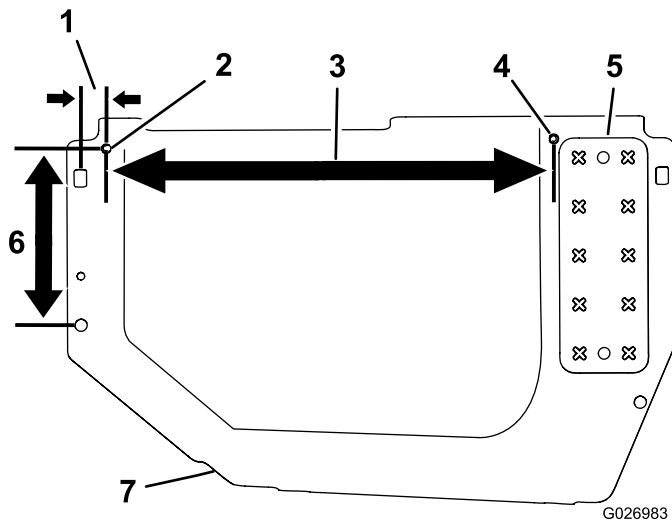
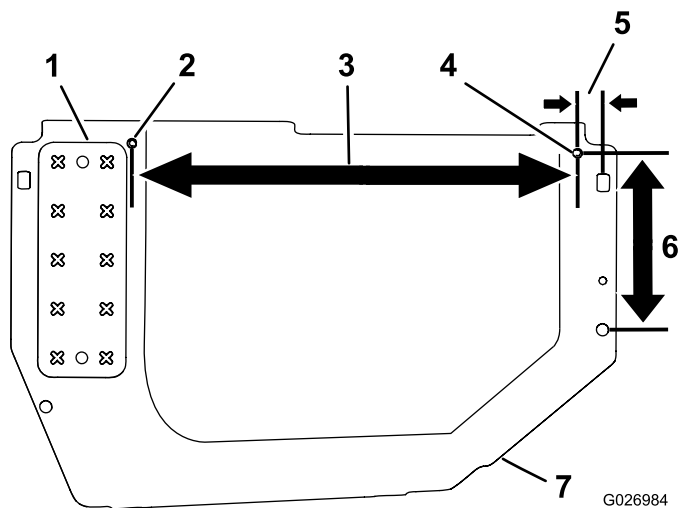

Figure 9
Figure 10
2. Percez 2 trous de 8,7 mm dans chaque couvercle en plastique (Figure 9 et Figure 10).
Remarque: Reportez-vous à la Figure 9 et la Figure 10 pour mesurer les emplacements des trous de 8,7 mm sur les couvercles. Alignez le trou avant de chaque couvercle et le bord du marchepied.